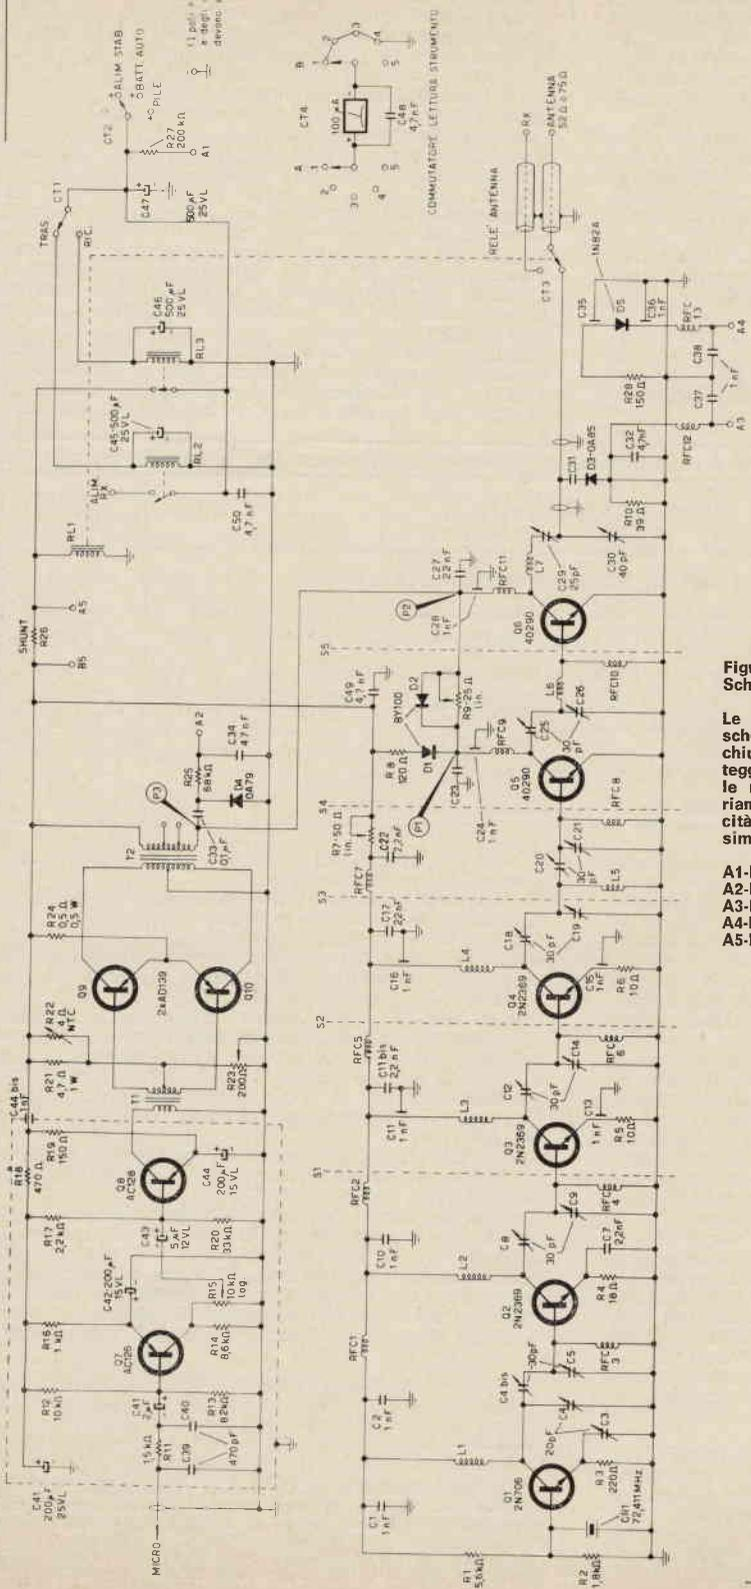
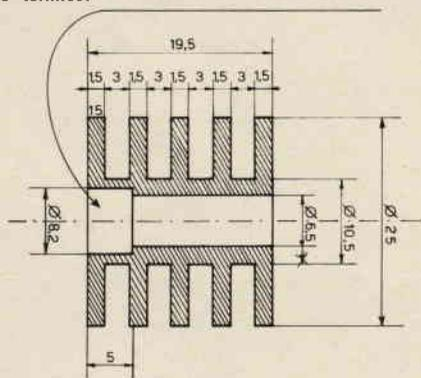

Figura 3
Figura 5
L'oscillatore quarzato a 72 MHz è di tipo classico e viene polarizzato in modo che, con una tensione di collettore di 12,5 V, abbia una corrente di collettore tra 8 e 9 mA. Le resistenze R1 e R2 (figura 3) che polarizzano la base di Q1 e la resistenza di emittore R3 sono state calcolate per soddisfare a questa condizione.
L'accoppiamento allo stadio successivo viene fatto mediante C4 e C5 che permettono una facile regolazione del trasferimento della potenza al duplicatore (Q2, figura 3).
Per ottenere il massimo rendimento dello stadio duplicatore è necessario ottenere un angolo di rotazione della corrente di collettore appropriato (tra 80° e 100°). Per questo è stato scelto un valore di R4 (figura 3) di 18Ω (resistenza antinduttiva) che è risultato praticamente il migliore dal punto di vista del rendimento in duplicazione. Il circuito d'accordo dello stadio duplicatore (L2, C8 e C9 figura 3) viene accordato a 144 MHz e come già detto si passa allo stadio successivo mediante l'accoppiamento capacitivo C8 e C9.
Tra Q2 e Q3 e tra Q3 e Q4 sono stati inseriti due schermi in ottone argentato (linee tratteggiate in figura 3) aventi la funzione di evitare inneschi a radiofrequenza. Sia Q3 che Q4 hanno sul circuito di emittore una resistenza da 10Ω (R5 e R6 rispettivamente) avente lo scopo di centrare l'angolo di rotazione di corrente di collettore che per gli amplificatori in classe C ha un valore ottimale di 120°.
Il circuito L1, C4, C4 bis e C5 viene accordato a 72 MHz e per il miglior trasferimento di segnale al duplicatore. Attraverso il sistema di accoppiamento capacitivo quindi si entra direttamente nello stadio duplicatore (Q2, figura 3) costituito dal 2N2369 che per motivi di sicurezza è dotato di aletta di raffreddamento a stella. Anche questo stadio, di formulazione classica, impiega lo stesso sistema di accoppiamento precedente. Si noterà la mancanza delle resistenze di polarizzazione di base.
Come si vede, l'accoppiamento tra Q3 e Q4 (figura 3) è di tipo capacitivo, mentre l'accoppiamento tra Q4 e lo stadio successivo (Q5 pilota) è di tipo a filtro di banda di progettazione non usuale.
Questa rete di accoppiamento che permette di adattare bene l'impedenza relativamente alta esistente sul collettore di Q4 a quella molto bassa di base di Q5 è costituita dai due circuiti L4, C18, C19 e L5, C20, C21 che sono separati da uno schermo (linea tratteggiata, figura 3) e che vengono accordati separatamente a 144 MHz.
L'eccitazione fornita al pilota (Q5, figura 3) viene regolata in maniera semifissa da R7 che varia la tensione di alimentazione ai primi quattro transistori (Q1, Q2, Q3 e Q4). La resistenza variabile L7 viene poi regolata in modo che con una tensione di alimentazione del ricevitore di 13 V il pilotaggio sia sufficiente a determinare una potenza di uscita dal tx di 2 watt e mezzo.
Il pilota (Q5 - 40290 RCA) è collegato con l'emittore direttamente a massa. E' importante che questa massa unitamente a quella del condensatore a pastiglia (C24, figura 3) venga saldata sullo schermo S4. Il lato freddo di RFC8 riceve il segnale di modulazione tramite una rete di diodi e resistenze che descriveremo dettagliatamente più avanti.
La sonda capacitiva (C31, D3, C39 e R10, figura 3) permette di leggere sullo strumento sistemato sul pannello frontale una tensione continua proporzionale alla tensione a radiofrequenza presente nel circuito di antenna. Essendo nota l'impedenza può quindi indicare la potenza di uscita. Il valore della capacità C31 deve essere determinato di volta in volta. Il suo valore ottimale dovrebbe essere compreso tra 1 pF e 2,2 pF.
Sul circuito di uscita è stato quindi inserito un relè d'antenna (CT3, figura 3) che pur non essendo coassiale non introduce perdite significative date le basse capacità dei contatti verso massa e la sua miniaturizzazione. E' stato controllato che questo relè (Siemens, tipo ceramico per commutazione RF) ha una perdita di inserzione sicuramente inferiore all'1% rispetto alla potenza di entrata per potenze inferiori ai 3 W.
Il rendimento globale dello stadio finale, con l'aiuto dell'accoppiatore direzionale, può essere spinto fino a superare il 75%, il che è davvero notevole. La modulazione viene applicata tramite il trasformatore di modulazione (T2, figura 3) al punto freddo di RFC10 e tramite la catena D1, D2, R8 e R9 al punto freddo di RFC8 cioè al pilota.
La funzione dei diodi è quella di modulare il pilota stesso (Q5, figura 3) solo durante i picchi positivi, come si vede dalla figura 4 a) che riporta l'immagine oscilloscopica della tensione di modulazione a 1000 Hz osservata nel punto P1.
Per confronto si può vedere la stessa immagine oscilloscopica vista in P2 (figura 3) nella figura 4 b).
La resistenza variabile R9 viene poi regolata in modo da avere la miglior forma d'onda in P2 (figura 3) e nella traccia oscilloscopica del segnale a radiofrequenza di uscita accoppiato direttamente alle placchette verticali dell'oscilloscopio stesso (8).
La resistenza variabile R9 ha la funzione di dosare la porzione di segnale modulante da iniettare come picco positivo nello stadio pilota (Q5, figura 3).
Figura 4 a) Immagine oscilloscopica tensione B.F. di modulazione (1 kHz) nel punto P1 (figura 3).
Figura 4 b) Immagine oscilloscopica tensione B.F. di modulazione (1 kHz) nel punto P2 (figura 3). Nei punti contrassegnati * si può notare un piccolo tratto a pendenza più bassa di quella corrispondente all'onda perfettamente sinusoidale.
Tutti i transistori del generatore di portante ad esclusione del 2N706 (oscillatore Q1, figura 3) sono dotati di dissipatori di calore del tipo a stella come visibile dalle fotografie relative al tx. Per il transistore impiegato come finale (Q6, figura 3) il dissipatore è stato fatto costruire appositamente. Nella figura 5 è mostrata una sezione completa di tutti i dati costruttivi che può essere impiegata direttamente per la sua realizzazione pratica. Il materiale è alluminio.
Segue a questo filtro uno stadio preamplificatore (Q7, figura 3) sul cui collettore è stato inserito un potenziometro (R15, figura 3) per la regolazione della profondità di modulazione.
Il segnale di bassa frequenza proveniente da R15 passa alla base di Q8 (figura 3) che ha funzione di pilota. Il trasformatore T1 inserito sul collettore di Q8 manda infine sulle basi di Q9 e Q10 due segnali di bassa frequenza invertiti di fase l'uno rispetto all'altro.
Lo stadio finale (Q9 e Q10) funzionante come controfase in classe B è termicamente compensato tramite la resistenza NTC (R22, figura 3) che è stata posta sul radiatore di uno dei due transistori finali (elettricamente isolata) (10).
La profondità di modulazione viene indicata dallo strumento posto sul pannello frontale mediante il circuito C33, D4, R25 e C34 (figura 3). Si tratta semplicemente di un circuito di rivelazione e di un sistema di lettura della tensione continua presente ai capi del diodo rivelatore. La resistenza R25 è stata calcolata in modo che una modulazione del 100% faccia deviare l'ago del microamperometro al 70% del fondo scala.